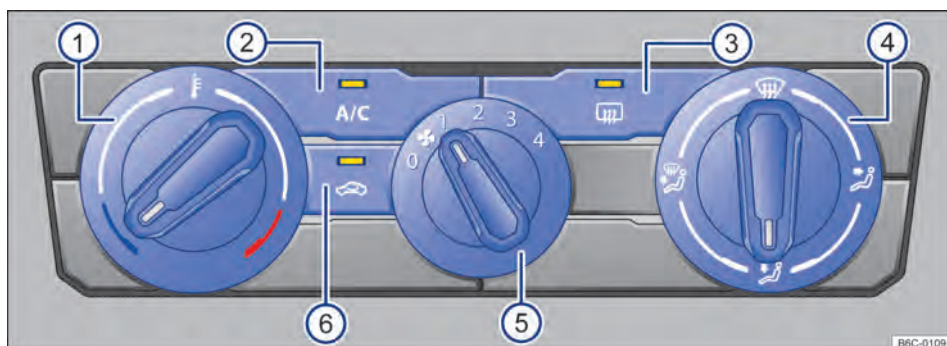

Fig. 81 Comandos do ar-condicionado.
- *Ar-condicionado*: girar o regulador do ventilador para o nível **0** → Fig. 81 (5).
- *Ar-condicionado*: pressionar o botão **A/C** → Fig. 81 (2) para ligar e desligar o funcionamento da refrigeração.
- *Ar-condicionado*: girar o regulador rotativo esquerdo → Fig. 81 (1).
- *Ar-condicionado*: girar o regulador do ventilador → Fig. 81 (5).
- *Ar-condicionado*: pressionar o botão → Fig. 81 (6).
- *Ar-condicionado*: girar o regulador da direita → Fig. 81 (4) para posição desejada.
- *Ar-condicionado*: girar o regulador direito para a posição  → Fig. 81 ④.
- *Ar-condicionado*: pressionar o botão  → Fig. 81 ③.